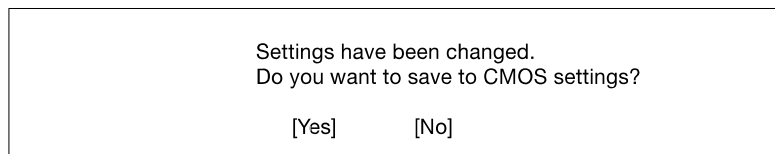

Figura 3-15 Pantalla de cierre de Setup
2. Pulse la tecla **Esc** para volver al menú **System Security** y, a continuación, pulse la tecla **Esc** de nuevo para salir de Setup. Aparece la pantalla **Exit Setup** que se muestra en la Figura 3-15.